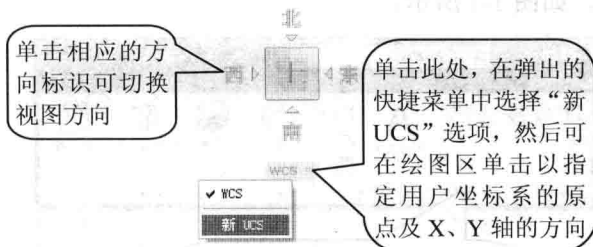

图 1-9 ViewCube 工具
- **ViewCube 工具**: 绘制三维图形时, 单击或单击并拖动该工具中的某一方向标识, 可以方便地将图形在各标准视图和等轴测视图间进行切换, 如图 1-9 所示。